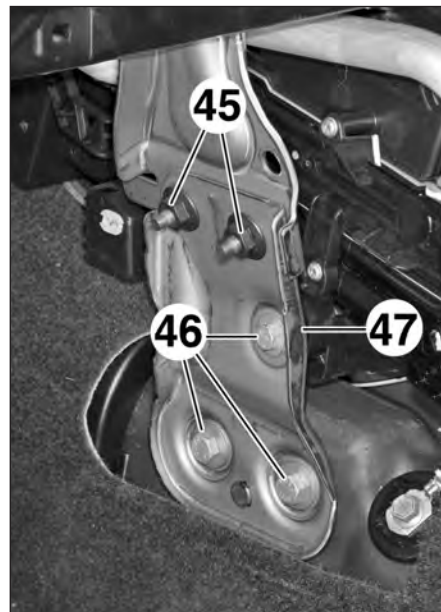

FIG.47
- les écrous (45) du renfort (47) de la planche de bord (Fig.47),
- les vis (46),
- le renfort (47).